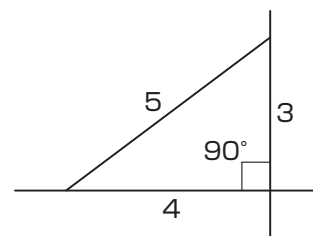

図1-2 直角出し寸法
- ①「3 基本寸法と各部名称」を参照して本体の取付位置およびフロアの高さを決めてください。
- ②前面・両側面に丁張を組んでください。
- ③躯体に柱寸法の印をつけ、図1-2の方法で直角をだし、束柱の位置を出してください。
- ④束柱の位置から、両側の柱位置を決めてください。